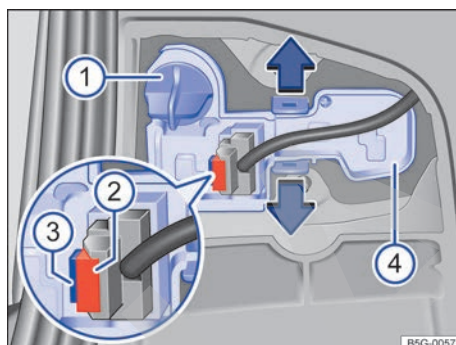

Fig. 186 En el portón del maletero: extraer el portalámparas.
4.	Gire el portalámparas → fig. 186 ① en el sentido contrario al de las agujas del reloj, hasta el tope, y extráigalo junto con la lámpara hacia atrás.
5.	Sustituya la lámpara averiada por otra nueva del mismo tipo. Coloque el portalámparas ① y gírelo en el sentido de las agujas del reloj hasta el tope.
6.	Extraiga el fusible ②. Presione el bloqueo ③ del conector y desacople el conector.
7.	Desbloquee las pestañas de encastre del portalámparas ④ en el sentido de las flechas y extraiga el portalámparas.